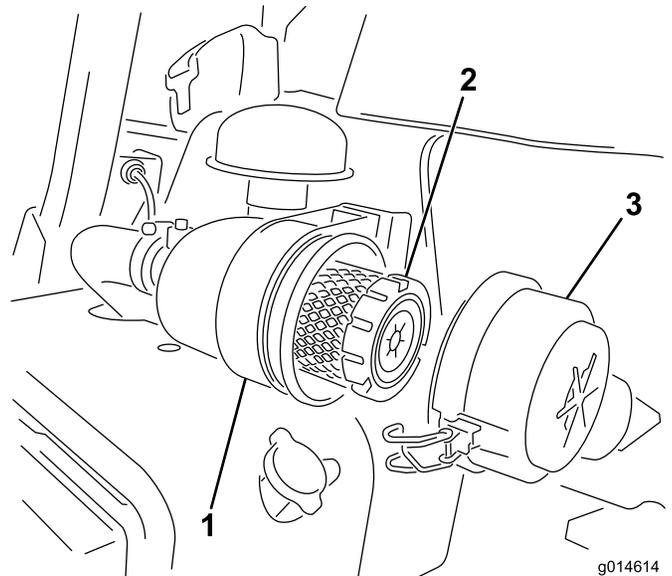

図 46
1. エアクリーナのカバーをボディーに固定しているラッチを外す (図 46)。
- ラッチをしっかりと掛ける（図 46）。